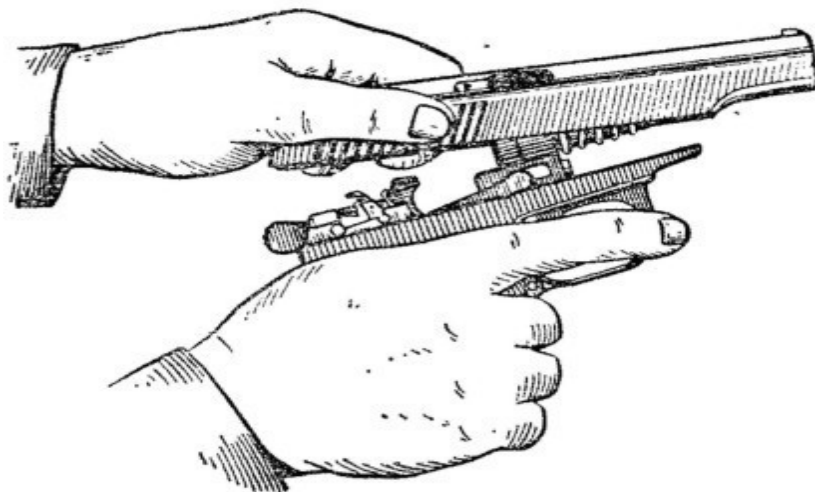

Рис. 6. Введение свободного конца возвратной пружины в канал затвора
2) Присоединить затвор к рамке. Удерживая рамку за рукоятку в правой руке, а затвор в левой, ввести свободный конец возвратной пружины в канал затвора (рис. 6) и отвести затвор в крайнее заднее положение так,
Надеть на ствол возвратную пружину (рис. 6). Взяв рамку за рукоятку в правую руку, левой рукой надеть возвратную пружину на ствол обязательно тем концом, в котором крайний виток имеет меньший диаметр по сравнению с другими витками.